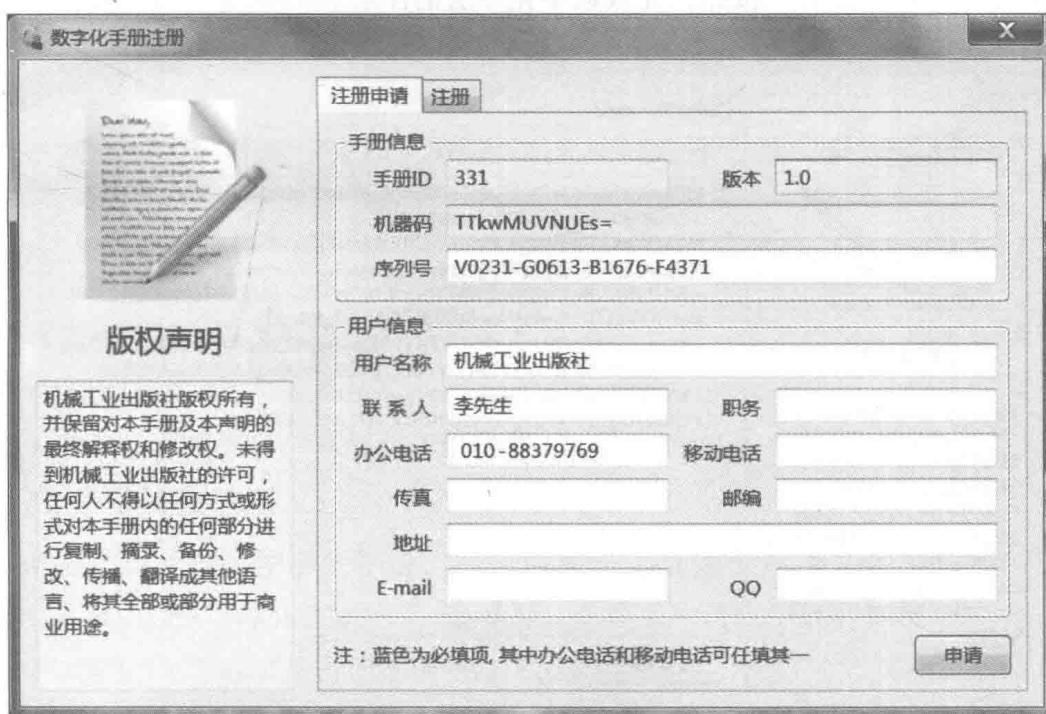

图 1-12 “数字化手册注册申请”对话框的“注册申请”选项卡
1) 在系统自动弹出的“数字化手册”对话框的“注册申请”选项卡（见图 1-12）中（如果该对话框被关闭，用户可单击工具栏上的“属性”按钮弹出“属性”对话框，在弹出的“属性”对话框中，单击“授权”选项卡，根据系统提示单击“立即注册”按钮，重新打开数字化手册注册对话框），输入手册序列号、用户（单位）名称、联系人、联系电话、地址、E-mail 等信息。其中手册序列号、用户（单位）名称、联系人为必填项，办公电话和移动电话任填其一。信息应尽可能准确，以便接收客服人员提供的升级文件。